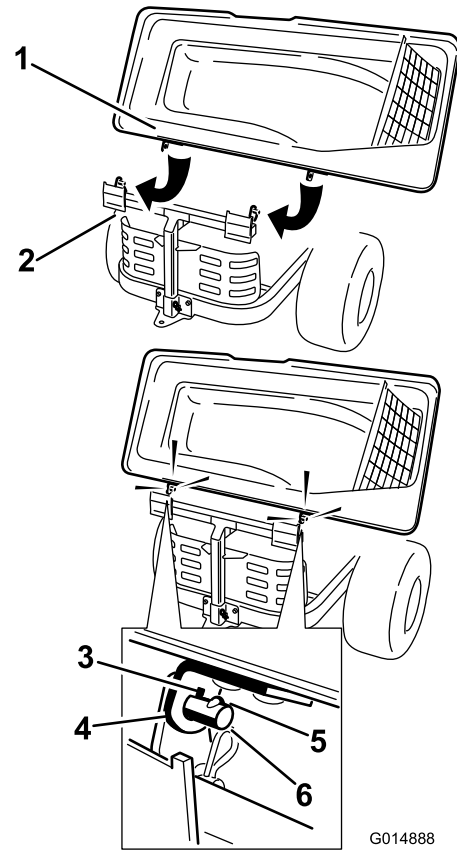

Figure 16
2. Faites pivoter le couvercle pour placer les trous de clavettes des supports supérieurs du système de ramassage en face des clavettes dans les tiges du cadre (Figure 16).